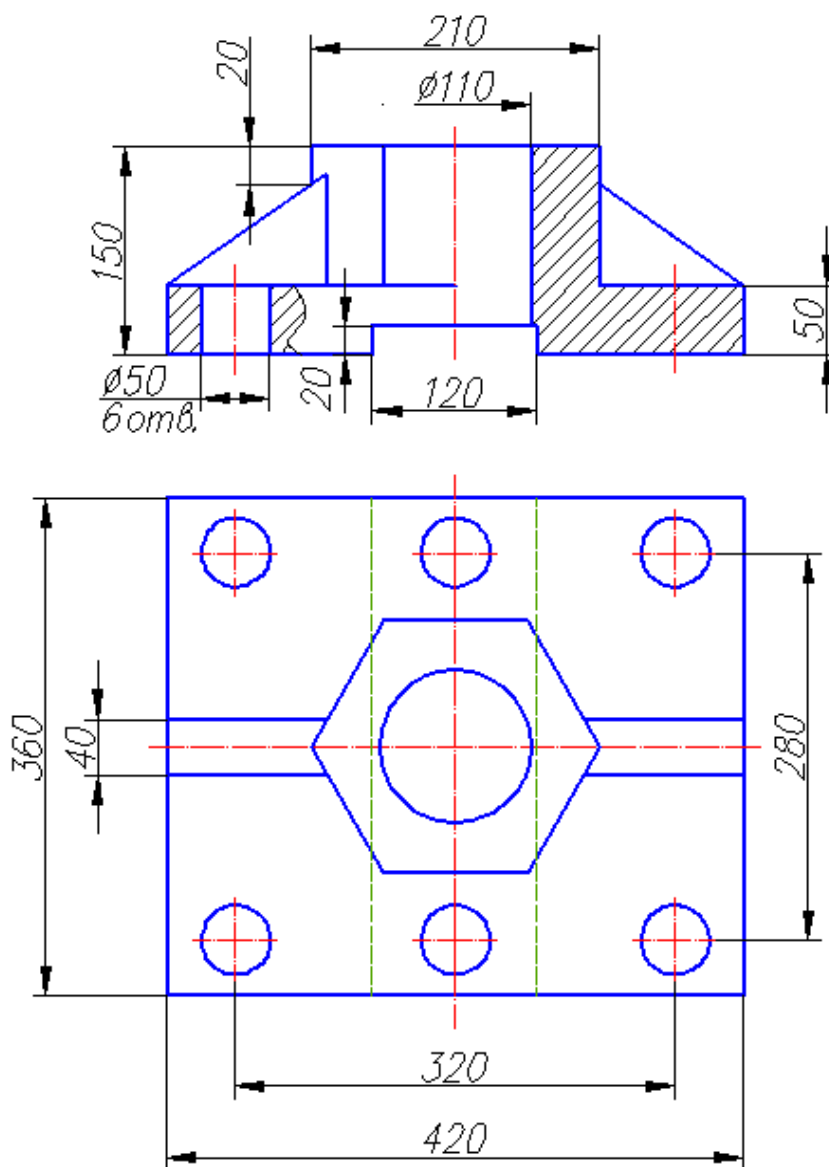

Рис. 83. Пример выполнения чертежа «Проекционное черчение»
3. Выполнить чертеж «Проекционное черчение» (см. рис. 83):
– щелчком ЛКМ указать точку 1 на виде сверху и еще одним щелчком ЛКМ указать примерное начало отрезка на главном виде. Далее вычертить главный вид и разрезы детали. Нанести размеры в соответствии с рис. 83.